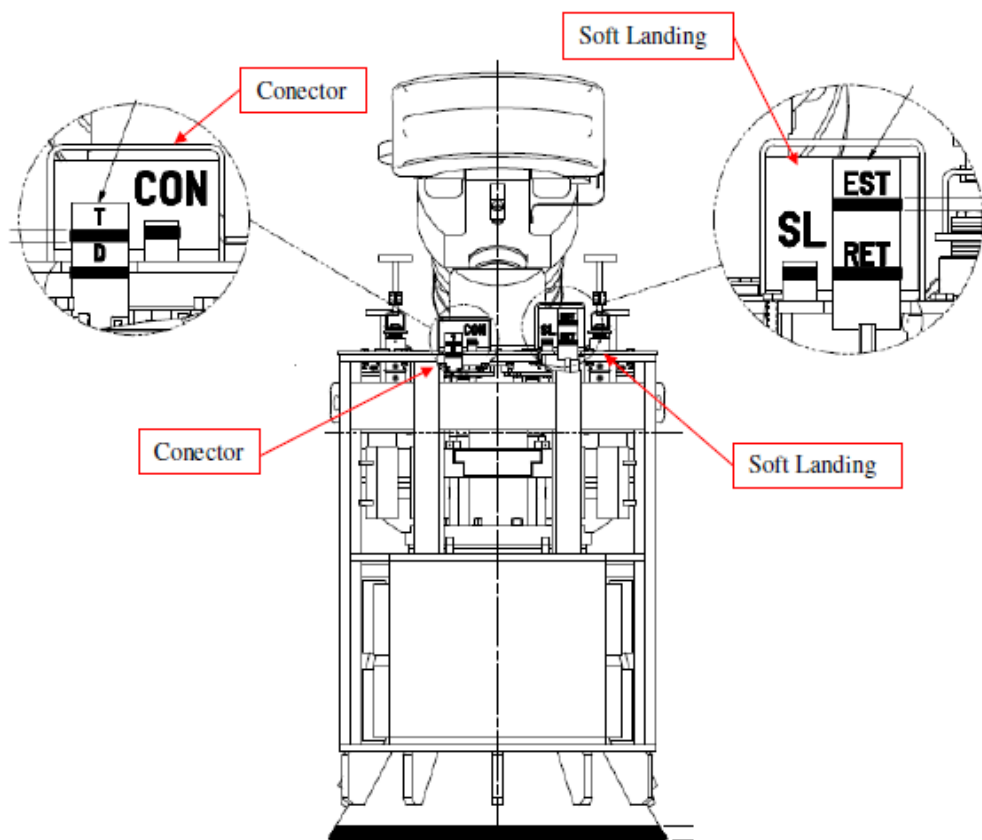

Figura 5: Indicadores visuais do MCV.
17. Ainda com o DHS em HS2, posicionar VD1 em "SL" e pressurizar a porta "A" com 1.000psi para expansão do Soft Landing (há uma check valve instalada na linha do Soft Landing, que manterá a pressão retida). Verificar se o pistão do Soft Landing estendeu através do indicador visual do mesmo. Ver Figura 5 para referência.